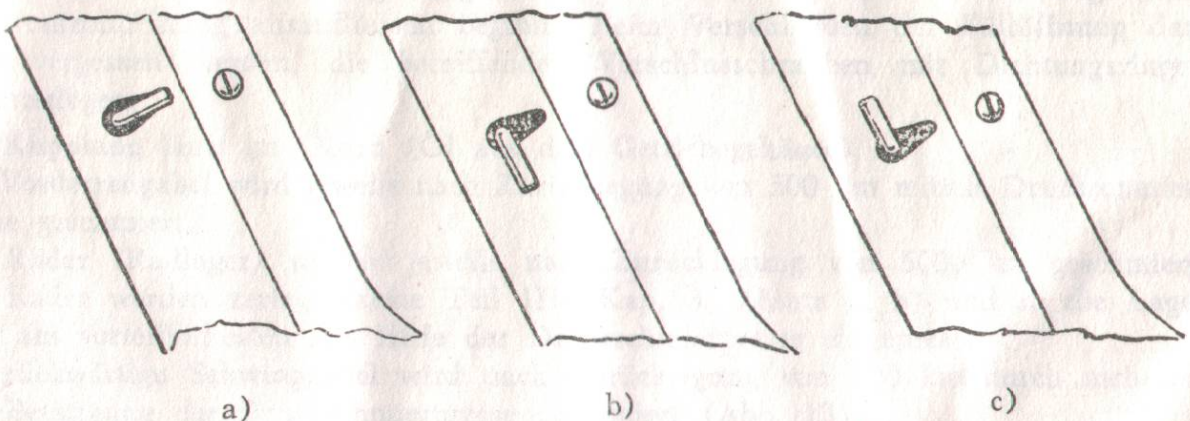

Abb. 10. Hebelstellungen des Absperrhahnes.
- d) **Anhalten:** Beim Anhalten wird die Gaszufuhr gedrosselt, der Kupplungshandhebel angezogen, gebremst und der zwischen der ersten und zweiten Gangstufe befindliche Leergang eingerückt. Dies wird durch halbes Niedertreten (bzw. Anheben) des Gangschalthebels erzielt, also nicht bis zum Anschlag wie beim Einrücken der Gänge. Der Motor wird durch Schwenken des Schalterhebels nach links abgestellt (Abb. 7). Nach dem Anhalten vergesse man nicht, die Kraftstoffzuleitung zu sperren (Abb. 10). Nach Fahrtbeendigung lasse man den Motor nach Sperren der Kraftstoffzuleitung so lange mit niedriger Drehzahl laufen, bis der im Vesgaser verbliebene Kraftstoff verbraucht ist. Das im Kraftstoffgemisch enthaltene Öl würde sonst niederschlagen und könnte die Düse verstopfen.